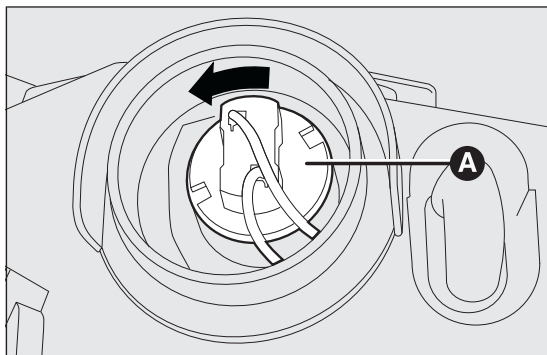

fig. 111
- ☐ girar hacia la izquierda el portalámparas A fig. 111 y sacarlo;